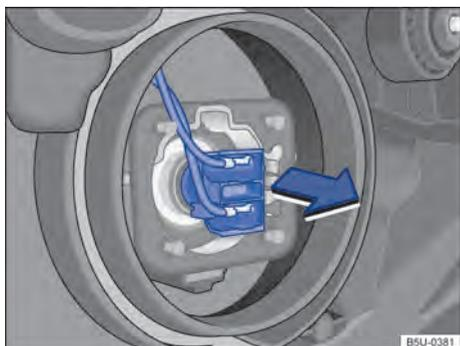

Fig. 155 Acesso à lâmpada incandescente do farol baixo.
- 5 **Farol baixo** **A**, puxar a lâmpada no sentido da seta → Fig. 155 para desencaixá-la do suporte.